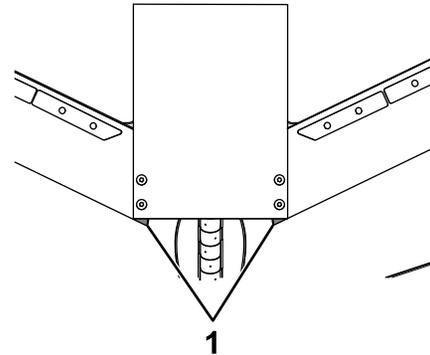

**Figura 7**
8. Perfore un taladro de 9.5 mm (3⁄8") a través de la banda, y sujete las 2 secciones entre sí usando un perno (1⁄4"), 2 arandelas grandes y una contratuerca de nylon (1⁄4"), como se muestra en la Figura 7.
10. Sujete las 2 secciones entre sí usando un perno (1⁄4"), 2 arandelas grandes y una contratuerca de nylon (1⁄4"), como se muestra en la Figura 7.